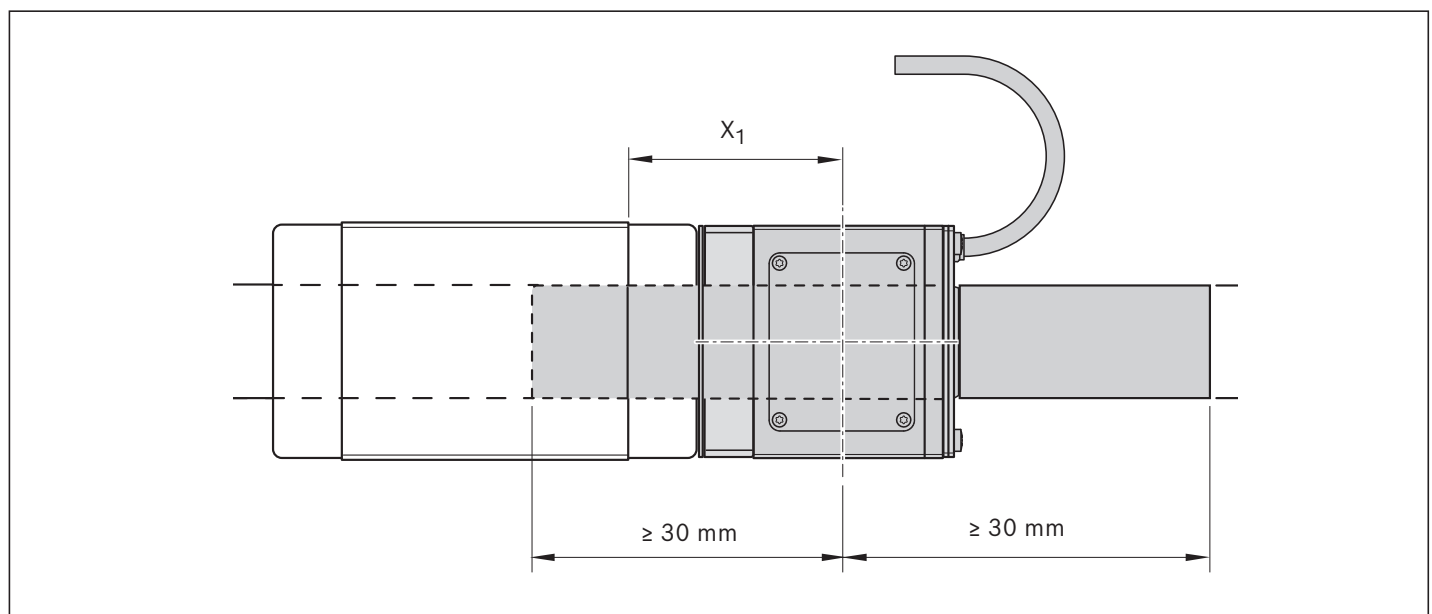

Fig. 7: Nutzbarer Messbereich
- ▶ Der Messkopf muss im Betrieb auf einer Messschiene bleiben und darf nicht über Stoßstellen fahren. Der mit X_1 bemaßte Punkt darf zum Schienenstoß einen Abstand von 30 mm nicht unterschreiten. Der nutzbare Messbereich ergibt sich damit aus der Schienenlänge abzüglich 2×30 mm.  Fig. 7.